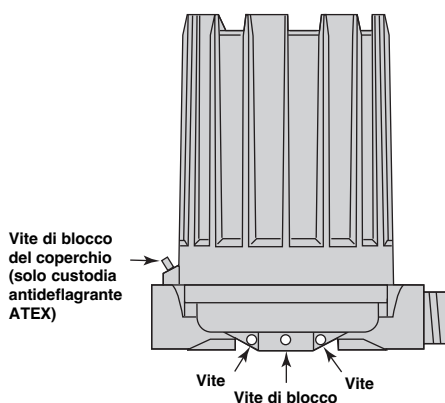
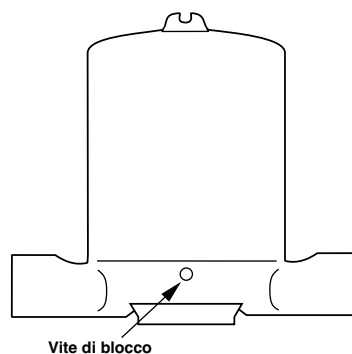

Figura 3
Figura 4
1. Allentare le viti di blocco alla base della custodia del livellostato. Consultare la Figura 3.
ATTENZIONE. NON tentare di svitare il coperchio di custodie antideflagranti ATEX prima di allentare la vite di blocco del coperchio (Figura 3 – ATEX in alluminio pressofuso) o della base (Figura 4 – ATEX in ghisa) della custodia. Serrare SEMPRE la vite di blocco dopo aver riposizionato il coperchio.